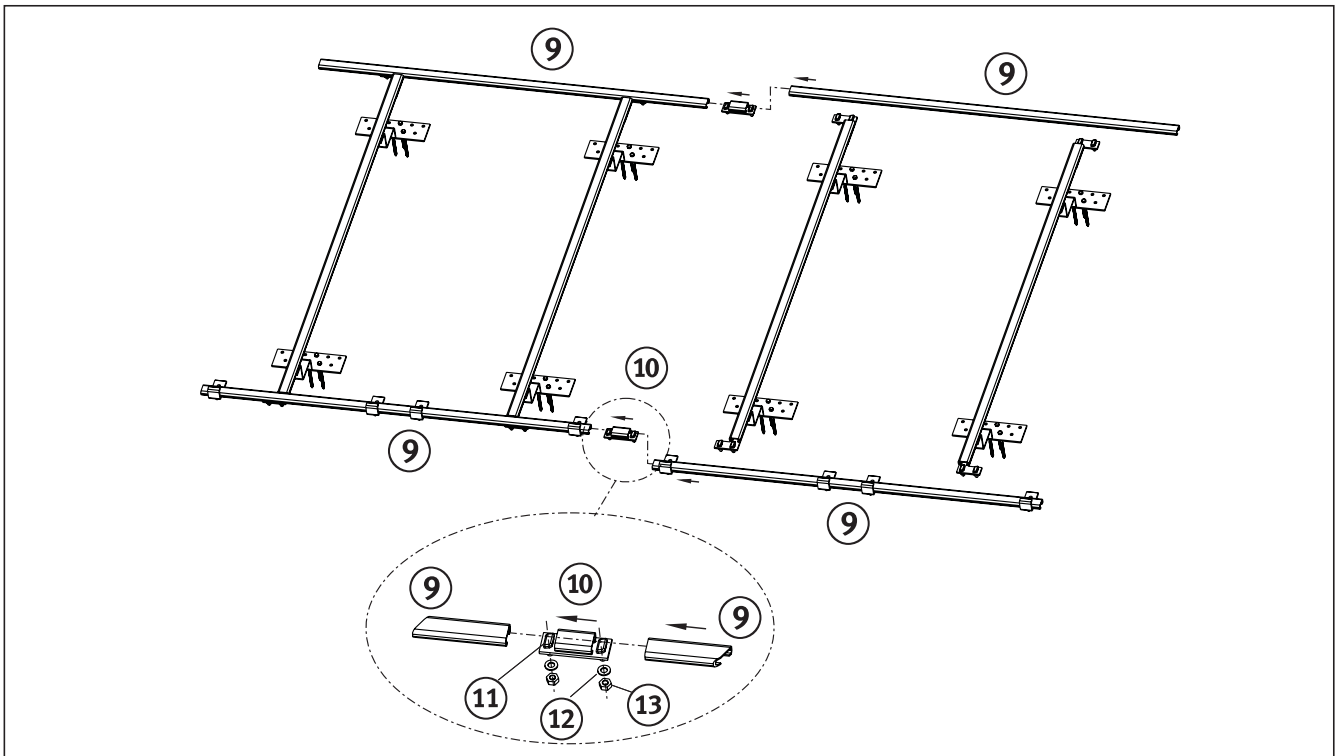

Abb. 4.18 Verbindung von mehreren Montage sets
- Bei der Verbindung von 2 oder mehreren Montagesets für die Kollektoren werden die horizontalen Auflageschienen (Abb. 4.18, Pos. 9) mit je einem Verbindungsstück (Pos. 10) gekoppelt. Benutzen Sie dazu je 2 Hammerkopfschrauben (Pos. 11), Unterlegscheiben (Pos. 12) und Sechskantmutter (Pos. 13).